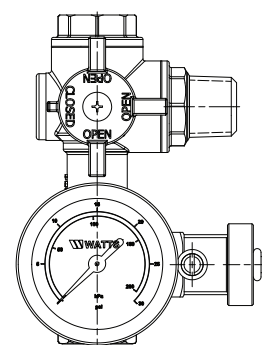

Fig. 3
En service normal du système de chauffage, le robinet du RBFF doit être verrouillé en position « tous les orifices ouverts » (cf. Figure 3), exception faite de l'orifice de vidange qui doit être fermé (fente de tournevis perpendiculaire à cet orifice) et bouché par la mise en place de son couvercle. Pour régler le robinet, l'enfoncer d'abord pour le libérer de la patte de verrouillage ; le tourner ensuite dans un sens ou dans l'autre, puis le relâcher : il remontera et se verrouillera dans l'une des quatre positions (Figures 3 à 6). (La pièce courte indique l'orifice fermé ; les longues ailettes indiquent les orifices ouverts).
7. Enfoncer le robinet du RBFF et le tourner à 90° dans le sens horaire ; relâcher et verrouiller en position « tous les orifices ouverts » (cf. Figure 3) pour remettre le système en service.
5. Enfoncer le robinet du RBFF et le tourner à 180° ; relâcher et verrouiller en position « tous les orifices ouverts » (cf. Figure 3) pour remettre le système en service.
4. Enfoncer le robinet du RBFF et le tourner à 90° dans le sens anti-horaire ; relâcher et verrouiller en position « tous les orifices ouverts » (cf. Figure 3) pour remettre le système en service.